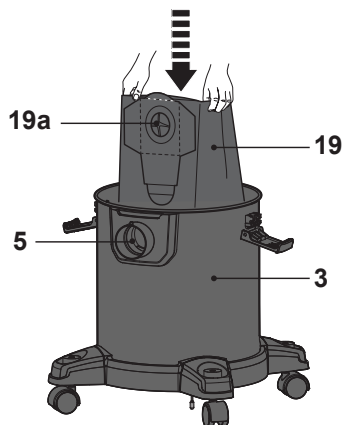

Fig. 5
- > Coloque la bolsa de polvo (19) en el depósito (3). Asegúrese de que la apertura de la bolsa de polvo (19a) está en la parte superior.
- > Sujete las solapas laterales de la apertura de la bolsa de polvo (19a) y deslice la apertura de la bolsa de polvo (19a) por la apertura interior de la entrada de aire (6) (Fig. 5). Compruebe que la conexión esté bien sellada.